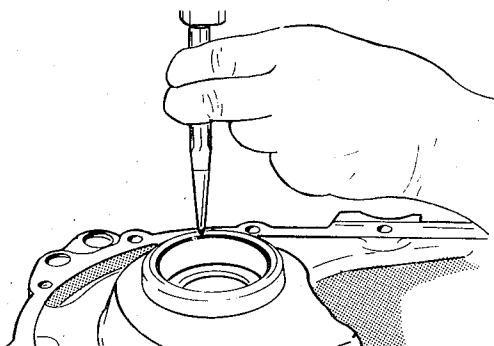

fig. 90
3. Instalar manualmente a capa do rolamento, lado esquerdo, e puncionar levemente a carcaça, na região de contato com a capa, de modo a evitar que a mesma caia durante a montagem da transmissão (fig. 90)